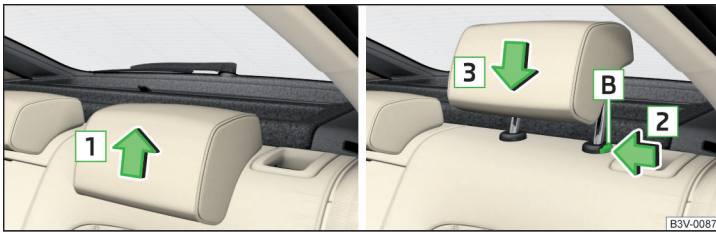

Abb. 81 Kopfstütze hinten: nach oben verschieben / nach unten verschieben
- › Die Stütze fassen und **nach oben** in Pfeilrichtung **1** » Abb. 81 verschieben.